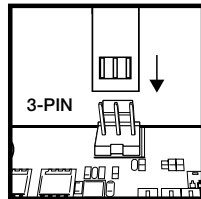

Abbildung 1
- > Verbinden Sie das Tachokabel der Pumpe mit dem CPU_FAN-Anschluss an Ihrer Hauptplatine (Abbildung 1).